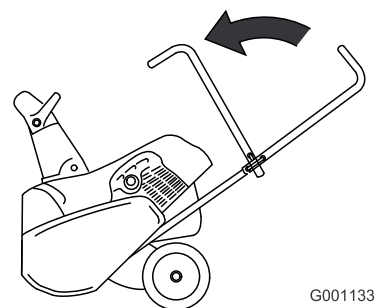

Figure 23
2. Pliez la partie supérieure du guidon en avant (Figure 23).